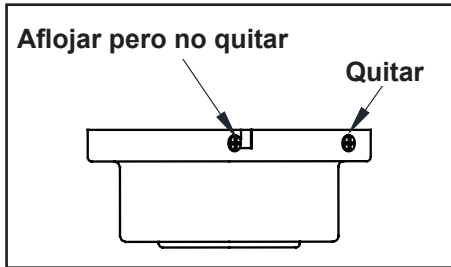

Figura 6
2. Retira el soporte de montaje de la cubierta aflojando los cuatro tornillos en la parte superior de la cubierta. Quitá los dos tornillos sin ranura y afloja los tornillos ranurados. Esto te permitirá retirar el soporte de montaje (Figura 6)
2. Retire la placa de montaje de la marquesina desenroscando los cuatro tornillos ubicados en la parte superior de la marquesina. Retire los dos tornillos de cabeza sin ranura y desenrosque los tornillos de cabeza con ranura. Asi se podra retirar la placa de montaje. (Figura 6)